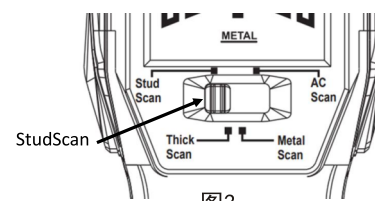
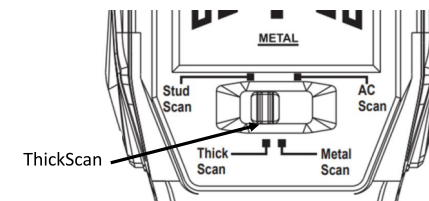

图3
图4
- 选择探测模式，模式开关拨动到最左边时，为选择第一个档位StudScan模式（图3）。拨动到第二档位时，为选择ThickScan模式（图4）。